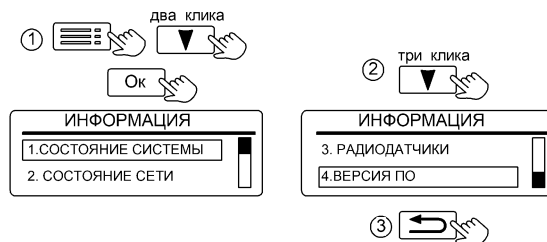

Рисунок 29. Вид вкладки «ИНФОРМАЦИЯ»
11.3 Вкладка «ИНФОРМАЦИЯ» (рис. 29) содержит четыре подменю: